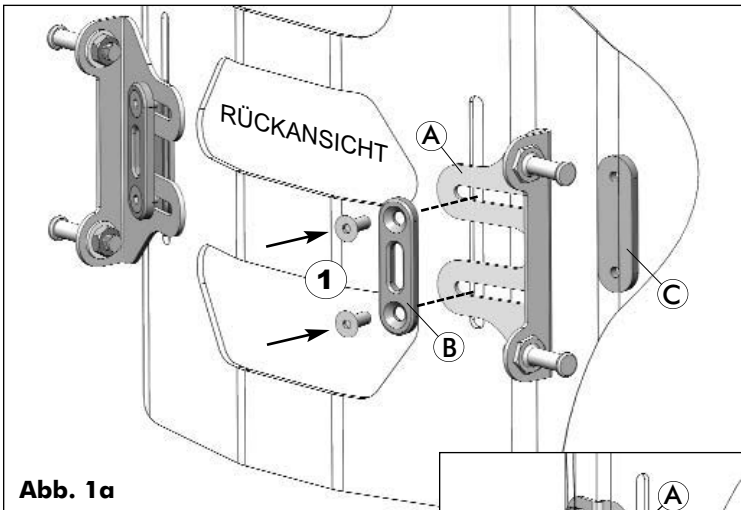

Abb. 1a
- Richten Sie die Unterlegscheibe (**B**) mit den Schlitz in der Montagehalterung (**A**) aus und setzen Sie die Schrauben durch beide Bauteile (**1**) ein (siehe **Abb. 1a** (S. 18)).